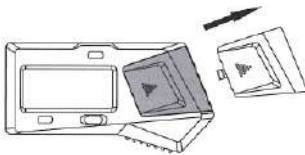

Рис. 1
- Снимите крышку батарейного отсека (рис. 1)